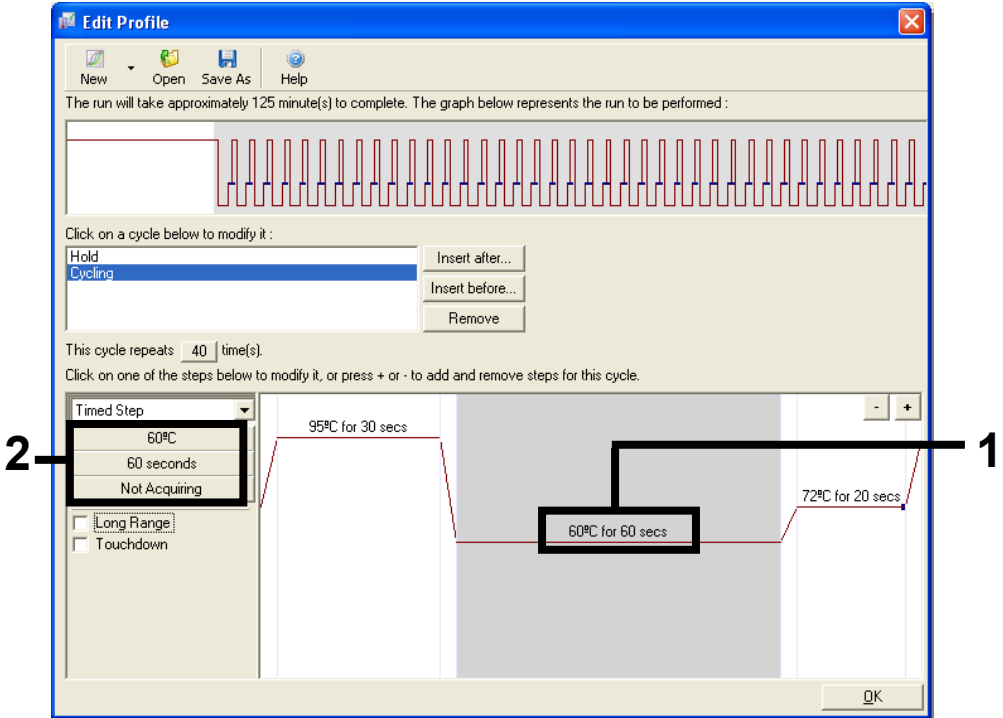

Abbildung 27. Zyklusschritt bei 60 °C. 1 = Temperatur- und Zeiteinstellung für zweiten Schritt, 2 = „Not Acquiring“ (Keine Erfassung).
9. Markieren Sie den zweiten Schritt und stellen Sie diesen auf „60°C for 60 secs“ (60 °C für 60 Sek.) ein. Klicken Sie auf Not Acquiring (Keine Erfassung), um die Datenerfassung für diesen Schritt zu aktivieren (Abbildung 27).